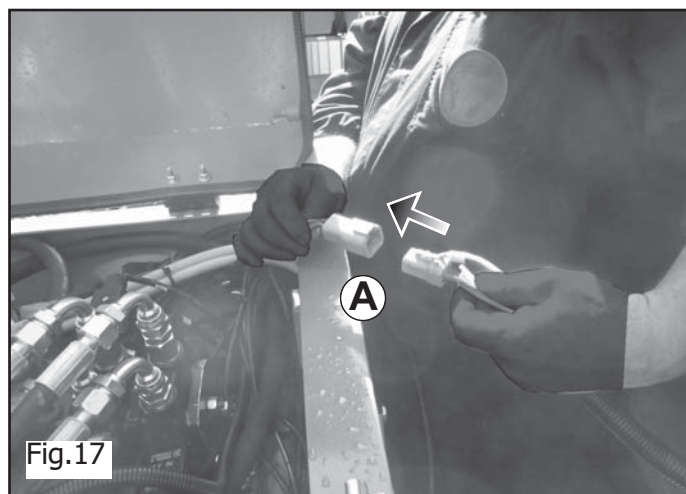

Fig.17
- 8) Unire i collegamenti: -Impianto elettrico (A Fig.17)
I simboli hanno il seguente significato (per riferimento vedi Fig. 17):